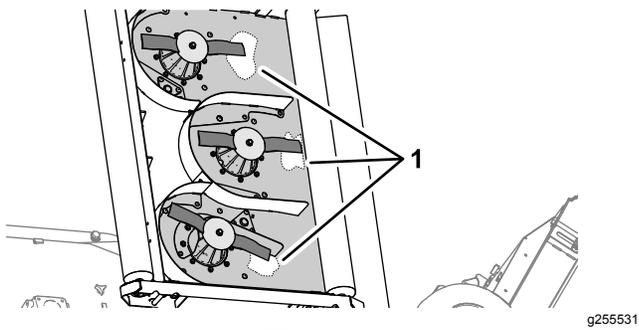

図 65
2. 後方を剥いているブレードの刃先付近のデッキ底部をきれいにする 図 65。